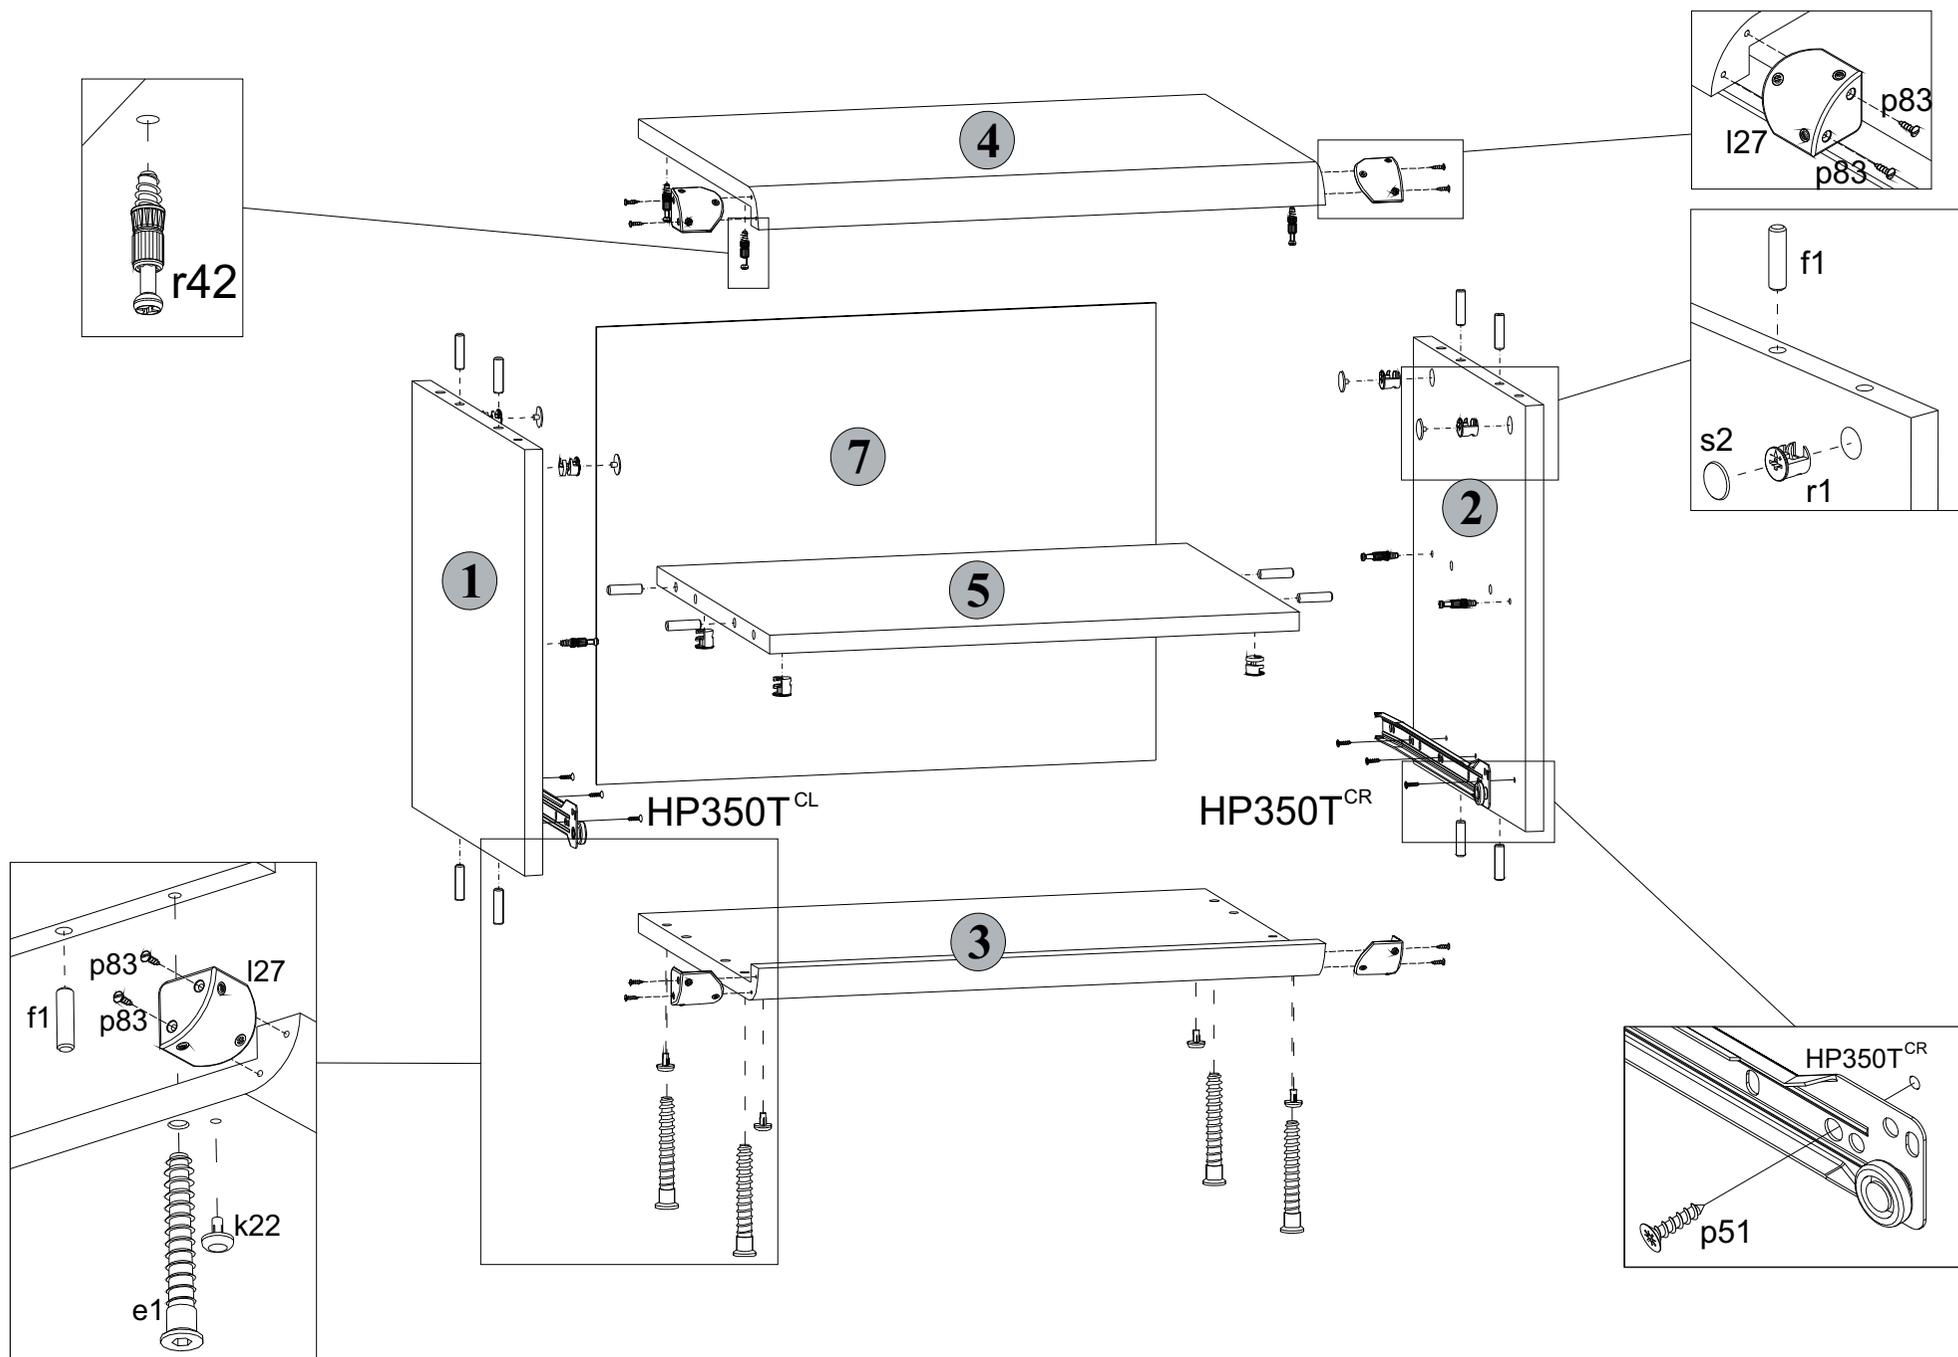

Рис. 2
отверткой (см.рис. 2).
5.6 В отверстия диаметром **5 мм** на нижней поверхности щита нижнего **3** вставить опоры полимерные **k22** (подпятники) (см.рис. 2).
5.9 К стенкам боковым **1 и 2** присоединить щит нижний **3** и стянуть еврошурупами **e1**, пользуясь специальным ключом **z1** из комплекта фурнитуры (см.рис. 2).
5.2 В отверстия диаметром **8 мм** на верхних и нижних кромках стенок боковых **1 и 2**, а также на боковых кромках полки соединительной **5** вбить деревянные шканты **f1** (см.рис. 2).
5.4 На внутренних поверхностях стенок боковых **1 и 2**, а также на нижней поверхности полки соединительной **5** в отверстия диаметром **15 мм** вставить стяжки эксцентриковые **r1** (см.рис. 2).